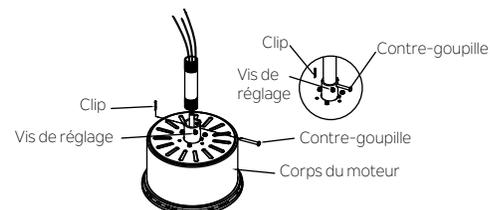

Fig. 7
Étape 3. Desserrer les deux vis de réglage et retirer la contre-goupille et le clip de l'accouplement supérieur du corps du moteur. Acheminer soigneusement les fils du ventilateur et le câble de sécurité vers le haut à travers la tige de suspension. Installer la tige de suspension dans l'accouplement du moteur jusqu'à ce que les trous de la contre-goupille soient alignés. Replacer ensuite la contre-goupille et le clip et serrez les deux vis de réglage. (Fig. 7)